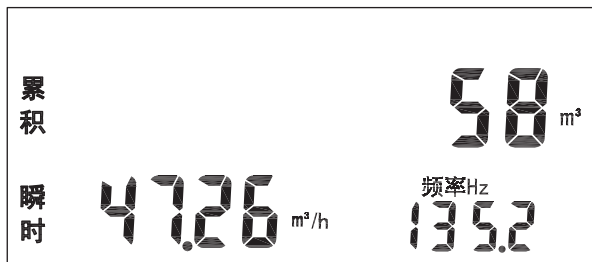
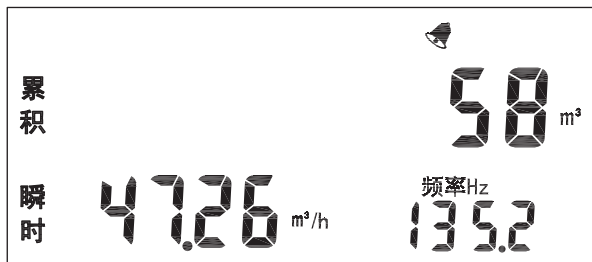

图 1 计量状态 红外功能关闭
图 2 计量状态 红外功能打开
- 开锁键          计量状态（如图 1）下将磁棒靠近液晶中下方位置，吸合干簧管，4s 后液晶显示铃铛标志，指示当前红外功能已开启（如图 2）；此时按红外遥控器，铃铛标志会闪烁，表示接收到按键；红外功能开启后，用红外遥控器顺序按下 3、4 键，开锁完成；
1. "计量状态"（如图 1）下按"开锁键"进入"密码界面"